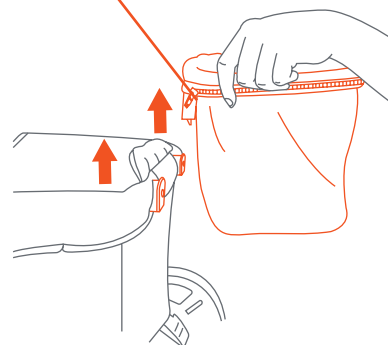

Fig. 12
12) • To detach: Flip the basket over the wagon frame and locate the release latch. Pull the latch levers forward and lift up, until the basket comes off completely (Fig. 12).
• **Para desinstalar:** Voltea la canasta sobre el marco del bagon y localice el pestillo de liberación. Tire de las palancas del pestillo hacia adelante y levántelas, hasta que la canasta se retire por completo (Fig. 12).